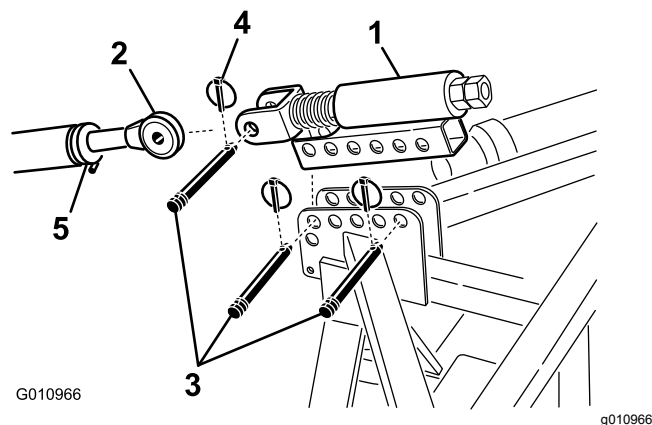

Рисунок 9
1. Прикрепите подпружиненную верхнюю тягу к кронштейну аэратора двумя соединительными штифтами и шплинтами с кольцом (Рисунок 9).
2. Ослабьте контргайку на верхней тяге механизма навески тягового блока. Отрегулируйте длину верхней тяги механизма навески так, чтобы она совместилась с вилкой на подпружиненной верхней тяге аэратора (Рисунок 9).
3. Подсоедините верхнюю тягу механизма навески тягового блока к вилке на подпружиненной верхней тяге аэратора и закрепите с помощью соединительного штифта и шплинта с кольцом (Рисунок 9).
6. Поворачивайте верхнюю тягу механизма навески, пока пружина не будет сжата примерно на 13 мм (Рисунок 9).